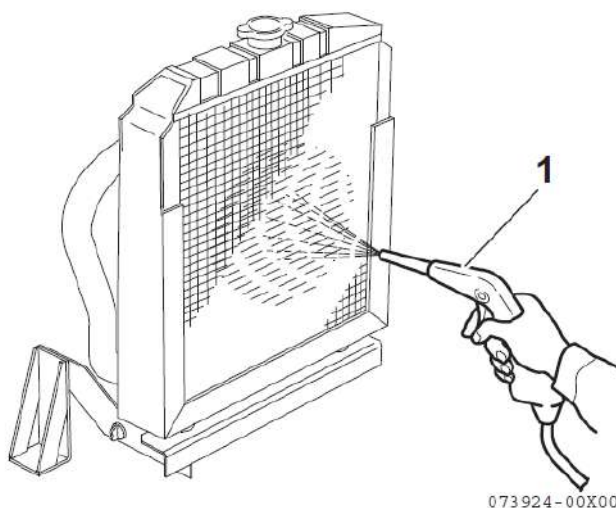

Рисунок 46
- Для удаления грязи и пыли с пластин и из радиатора продуйте его сжатым воздухом под давлением 0.19 МПа, (2 кгс/см2) или меньше (1, рисунок 46). Проявляйте осторожность, чтобы не повредить пластины сжатым воздухом.